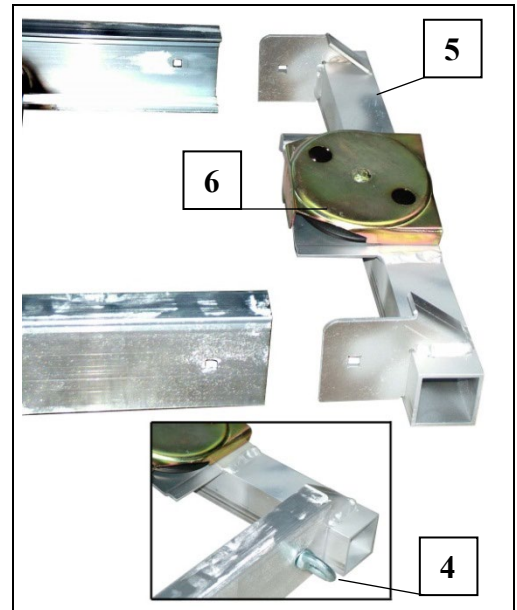

Fig. 19 Kopfstück montieren
- Am Ende des Leiterteils Kopfteil (5) aufsetzen und verschrauben. - Seilumlenkrolle zeigt nach oben (siehe Fig. 19).